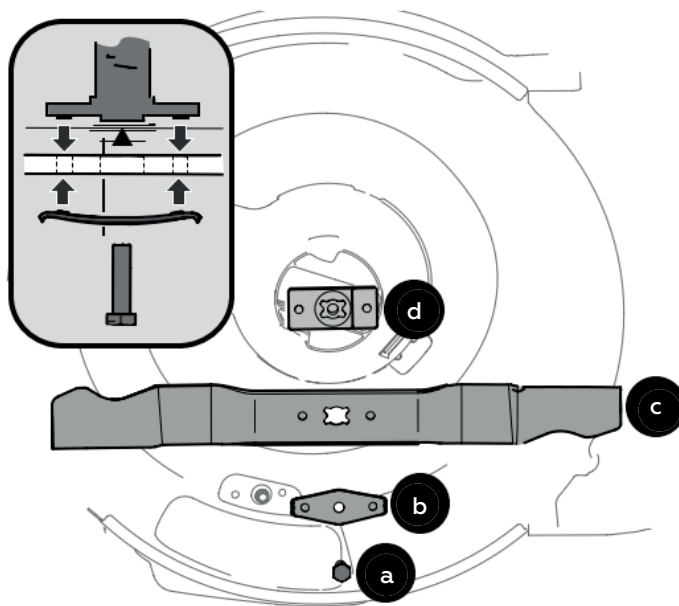

Рис. 25
6. Открутите болт (а) и прижимную пластину (b), крепящие нож и адаптер ножка к коленчатому валу двигателя (рис. 25).
7. Снимите нож (с) и адаптер ножа (d) с коленчатого вала (рис. 25).
9. Смажьте конец коленчатого вала двигателя и внутреннюю поверхность адаптера маслом (вставка рис. 25).